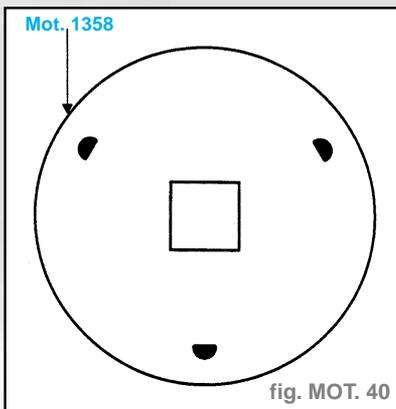

fig. MOT. 40
- Pour le réglage des poulies RAM, il est obligatoire d'apporter une modification à l'outil Mot. 1358 ; limer de 1,5 mm les trois pattes de l'outil sur leur face intérieure (fig. MOT. 40).